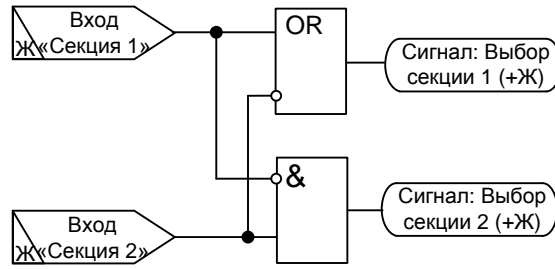

Рисунок 5.2 – Логика выбора регулируемой секции.
**Выбор регулируемой секции** осуществляется с помощью дискретных входов «Секция 1» и «Секция 2». При одновременном наличии или отсутствии данных входов для регулирования будет выбрана секция 1 (см. рис. 5.2).